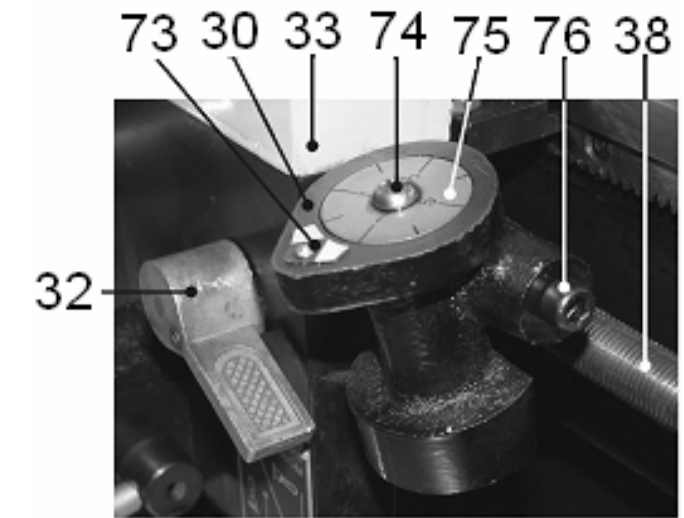

Рис. 21
- 10.7.8. По мере приближения резца (57) к концу нарезаемой резьбы, отведите резец (57), используя маховик (35) подачи поперечного суппорта, п.10.3, Рис.15, а переключателем (7) направления вращения шпинделя, Рис.14, измените направление вращения. **Не переключайте ручку (32) управления разъемной гайкой ходового винта (38) при выполнении операции нарезания резьбы до конца изготовления резьбы, Рис. 21.**
10.8. Индикатор нарезания резьбы (Рис. 21)
10.8.6. Маховиком (35) подачи поперечного суппорта (31), Рис. 2, установите глубину резания, не превышая 0,2 мм за один проход. Опустите вниз ручку (32) управления разъемной гайкой ходового винта (38) и начните нарезание резьбы, Рис.21.
10.8.7. По мере приближения резца (57) к концу резьбы, отведите резец (57), используя маховик (35) подачи поперечного суппорта (31), Рис. 15. Поднимите вверх ручку (32) управления разъемной гайкой ходового винта (38), Рис.21. Вращая маховик (36) ручной подачи каретки (33), Рис.15, отведите каретку (33) назад к началу нарезания резьбы. Наблюдайте за вращающимся диском (75) индикатора нарезания резьбы (30). По мере совмещения метки (73), на корпусе индикатора нарезания резьбы (30) и ранее выбранного вами по таблице 5 числа индикаторного диска (75), резко опустите вниз ручку (32) управления разъемной гайкой ходового винта (38) и начните нарезание резьбы. Повторяйте цикл нарезания резьбы до окончательных размеров.